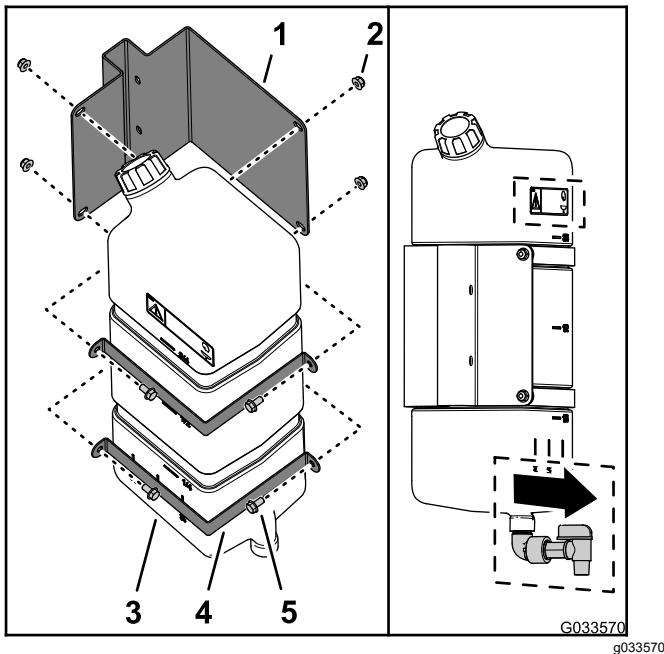

Figura 43
1. Monte el depósito de agua limpia en el soporte con las 2 pletinas de montaje, 4 pernos con arandela prensada (5/16" x 5/8") y 4 contratuerca con arandela prensada (5/16"), según se muestra en la Figura 43.